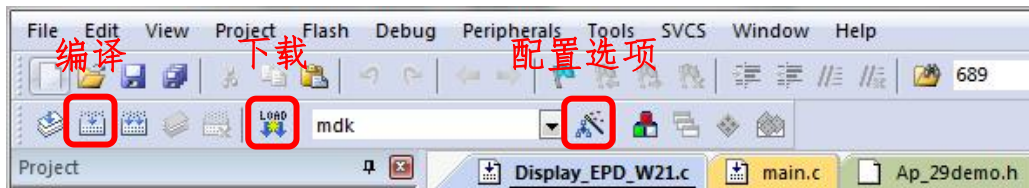
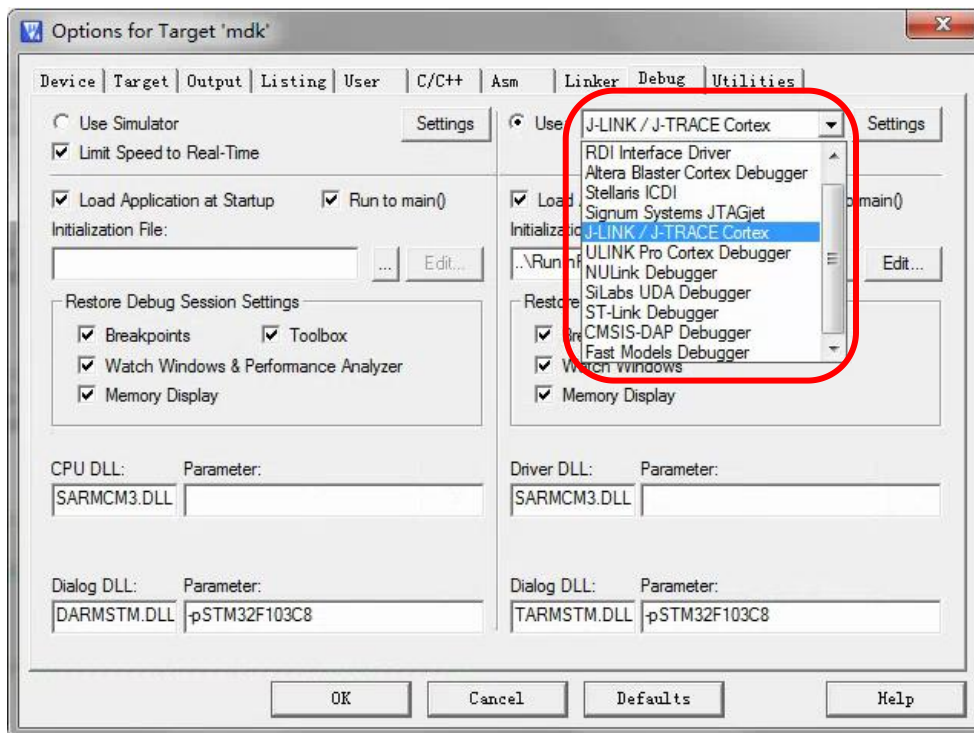

图 7 Keil4 工具栏
图 8 选择仿真器型号
3) Keil4 工具栏如图 7 所示，首次使用仿真器需要点击 ，弹出图 8 对话框，在 Debug 栏选择仿真器型号，点击 OK 确定。
5) 点击图 7 工具栏中的  对程序进行编译。
6) 点击图 7 工具栏中的  对程序进行下载。
- 9) 更换图片时，需要使用 Keil4 修改图片数据（如图 9），修改完成后进行编译（如图 7）即可生成新的 mdk. hex 文件，重新选择该文件即可进行下载。